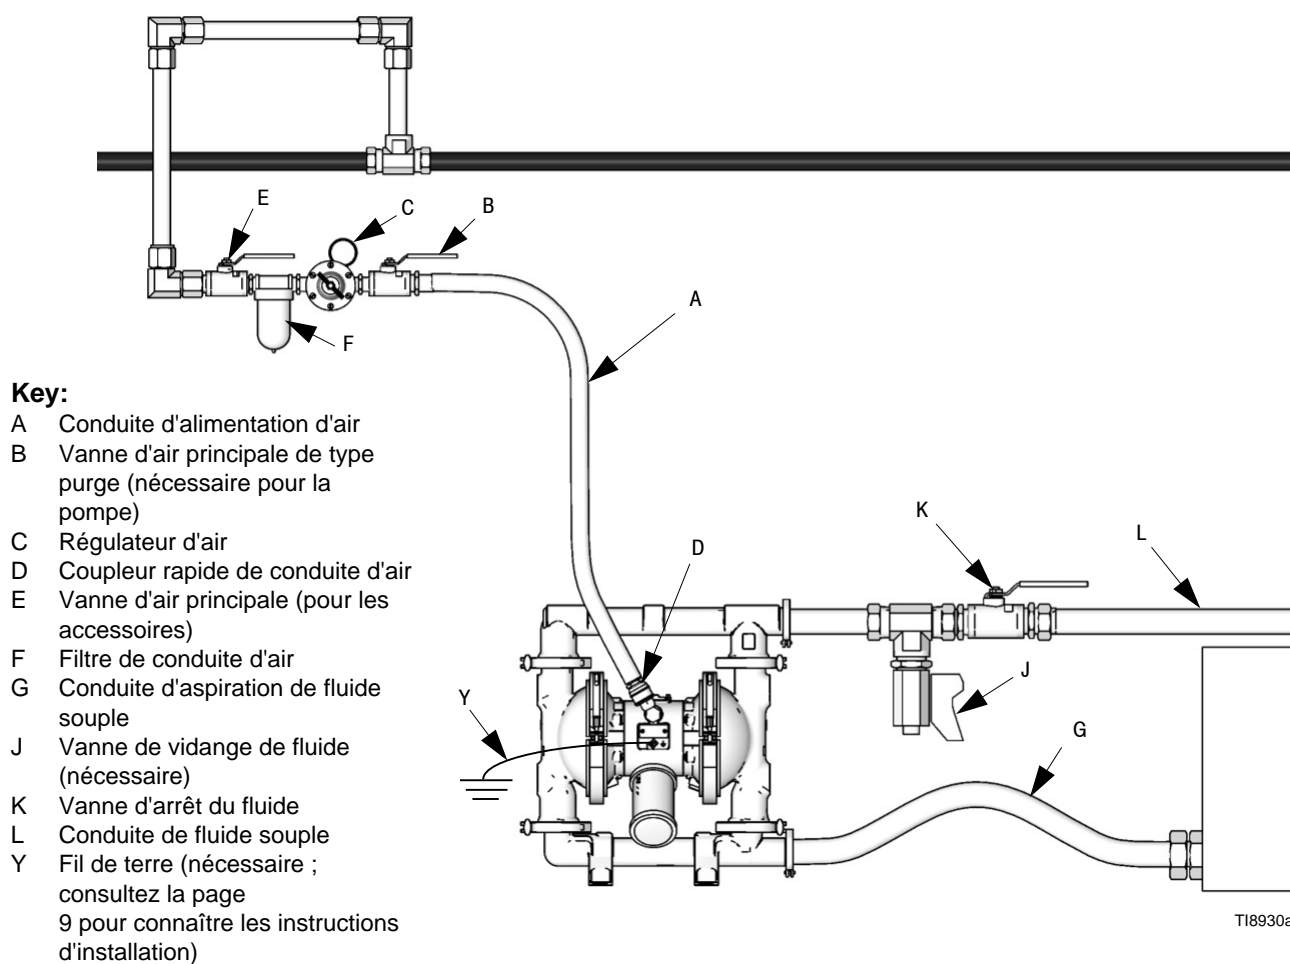

FIG. 2 Installation classique au sol
<p>Une vanne d'air principale de type purge (B) est nécessaire dans votre système pour libérer l'air emprisonné entre cette vanne et la pompe. L'air prisonnier peut induire un fonctionnement inattendu de la pompe et provoquer ainsi des blessures graves, y compris des projections dans les yeux ou sur la peau, des blessures dues à des pièces en mouvement ou une intoxication avec des produits dangereux. Voir FIG. 2.</p>
1. Installez les accessoires de la conduite d'air comme indiqué dans la FIG. 2. Fixez ces accessoires au mur ou sur un support. Assurez-vous que la conduite d'air qui alimente les accessoires est mise à la terre.
- a. Installez un régulateur d'air (C) et un manomètre pour contrôler la pression du fluide. La pression de sortie du fluide sera identique au paramètre du régulateur d'air.
- b. Localisez une vanne d'air principale de type purge (B) à proximité de la pompe et utilisez-la pour libérer l'air emprisonné. Consultez la **MISE EN GARDE** ci-dessus. Localisez l'autre vanne d'air principale (E) en amont de tous les accessoires de la conduite d'air et utilisez-la pour les isoler pendant les opérations de nettoyage et de réparation.
- c. Le filtre (F) sur la conduite d'air élimine les poussières et l'humidité nuisibles de l'alimentation en air comprimé.
Une vanne de purge de fluide (J) est nécessaire pour relâcher la pression dans le flexible s'il est bouché. La vanne de purge réduit le risque de blessure grave, y compris par projection dans les yeux ou sur la peau, ou par intoxication avec des produits dangereux, lors de la décompression. Installez la vanne à proximité de la sortie de fluide de la pompe. Voir FIG. 2.
1. Utilisez des flexibles pour fluide souples mis à la terre (L).
3. Installez une vanne de vidange de fluide (J) à proximité de la sortie de fluide. Consultez la **MISE EN GARDE** ainsi que la FIG. 2.
4. Installer une vanne d'arrêt (K) sur la conduite de sortie du fluide.